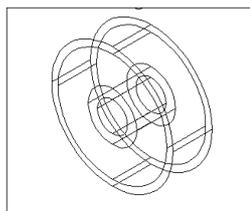

图 15-85
(30) 作圆柱体。单击  按钮或者在命令行直接输入 `cylinder`。底面圆心为 (0, 0, 0)，半径为 97.5，高度为 62。
(31) 作圆柱体。单击  按钮或者在命令行直接输入 `cylinder`。底面圆心为 (0, 0, 0)，半径为 87.5，高度为 62，结果如图 15-85 所示。